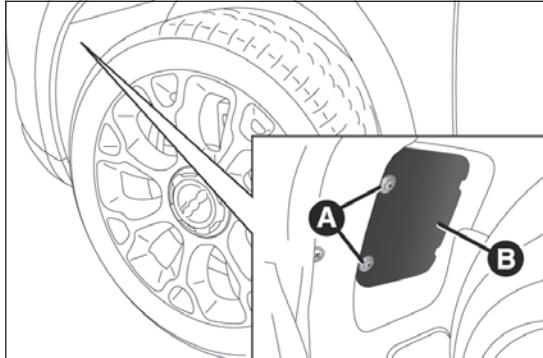

fig. 174
- svitare le viti A fig. 174 e rimuovere lo sportello B;